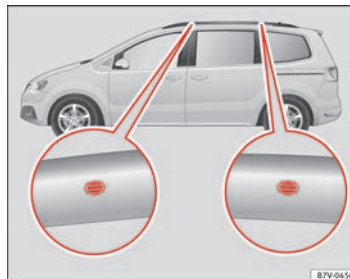

Abb. 101 Befestigungspunkte für Grundträger und Dachgepäckträger.
Die Bohrungen zur Positionierung befinden sich an den Innenseiten der Dachreling ⇒ Abb. 101. ▶
- Die Grundträger nur an den in der Abbildung gezeigten Markierungen befestigen ⇒ **Abb. 101**.